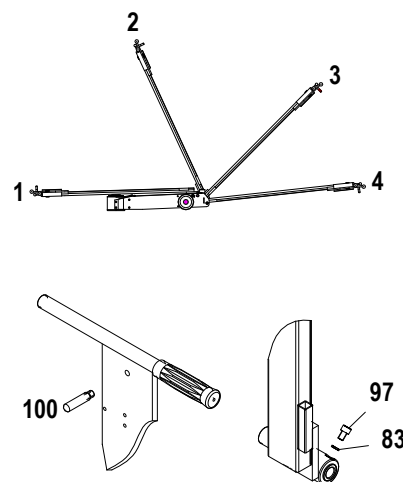

Рис. 2
- 3.3 При транспортировке домкрата установите ручку в поз.1, рис. 2, предварительно сняв гайку (27) и открутив шуруп (26)